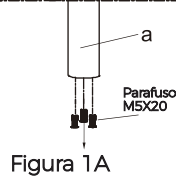

Figura 1A
- 1- Remova os 3 parafusos M5X20 na parte inferior da haste (a) com a chave Allen. Veja a figura 1A